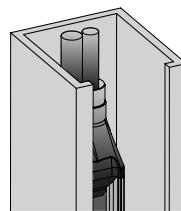

Figure 7: GridScan/Pro avec effacement des faisceaux (masquage de la porte)
- ▶ Montez le récepteur dans le rail de guidage à côté de la commande de porte (Figure 7).